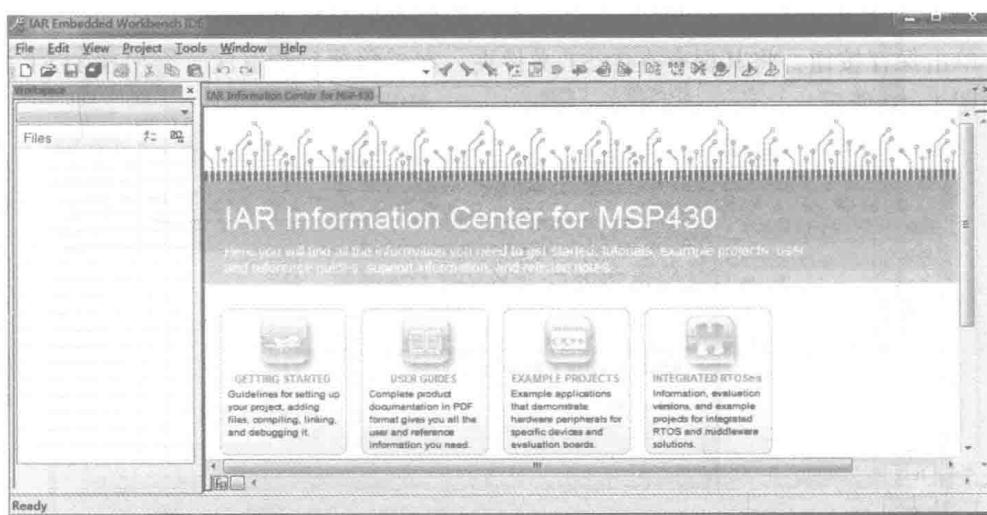

图 1-7 IAR 软件界面
(1) 双击桌面上的  IAR 图标，启动 IAR 开发软件，启动后的 IAR 软件界面如图 1-7